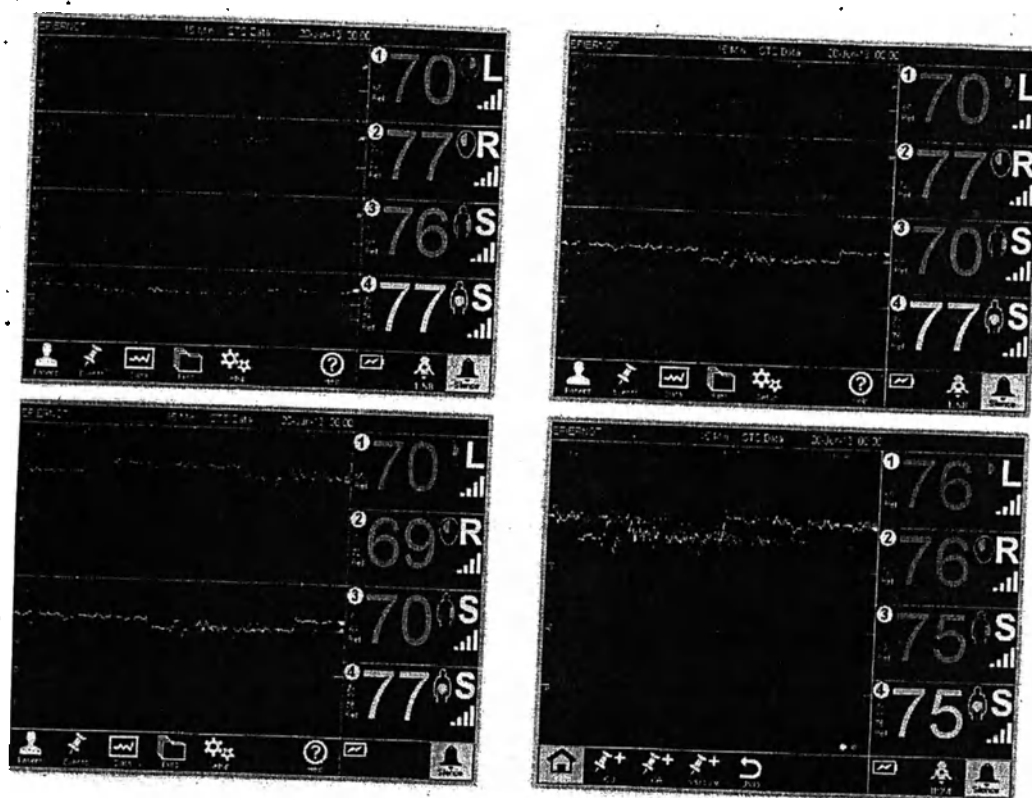

Рисунок 22. Режимы экрана 4-канальной трассировки.
Для 4-канального контроля (каналы ①-④ или комбинация [① и ②] + [③ и ④]), нажмите в любое место области трассировки для переключения между индивидуальным режимом и режимом наложения; каждая пара может быть переключена независимо друг от друга (Рисунок 22).